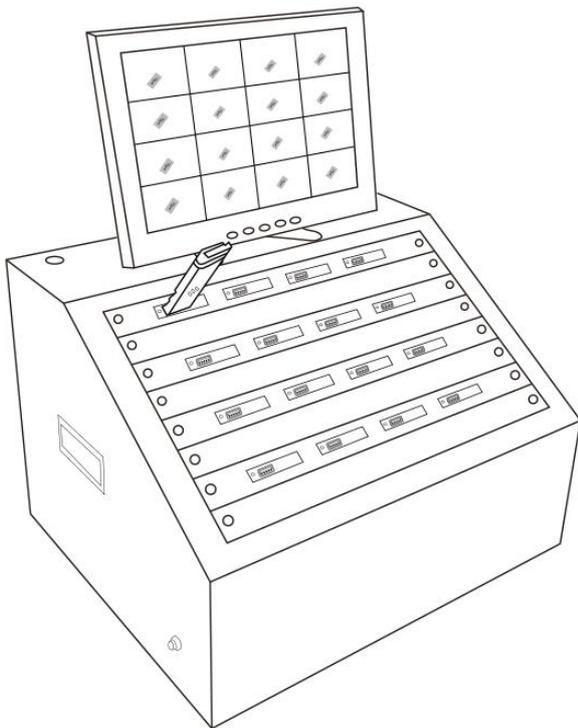
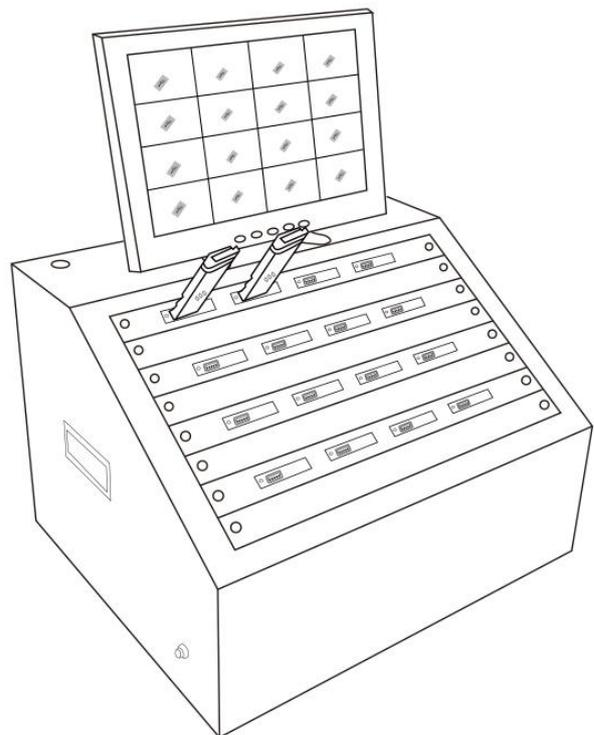

图 3
图 4
2. 将母盘插入 1 号端口（图 3），欲执行任务之子盘也插入子盘端口（图 4）。无母盘时，显示器屏幕 1 号母盘端口无讯息，插入母盘后，显示器屏幕 1 号端口母盘信息出现，显示母盘容量及数据容量。